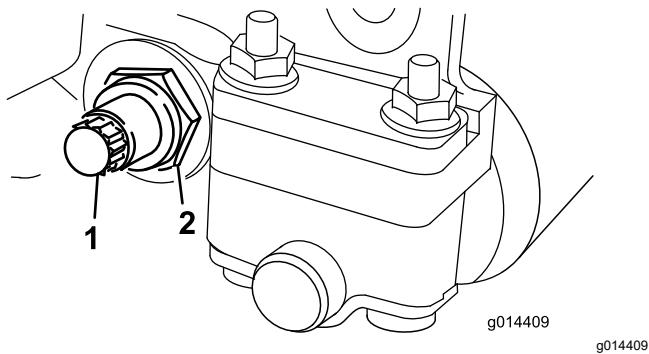

図 14
3. ベッドバー bolt 図14を固定しているロックナット機体両側をゆるめる。
- 各ベッドバーボルトを抜いてベッドバーを下に引き抜いてカッティングユニットから外す図 14。